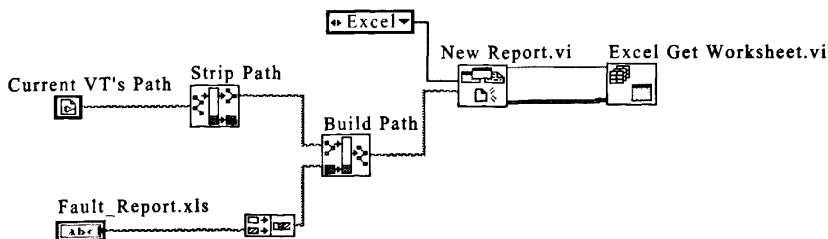
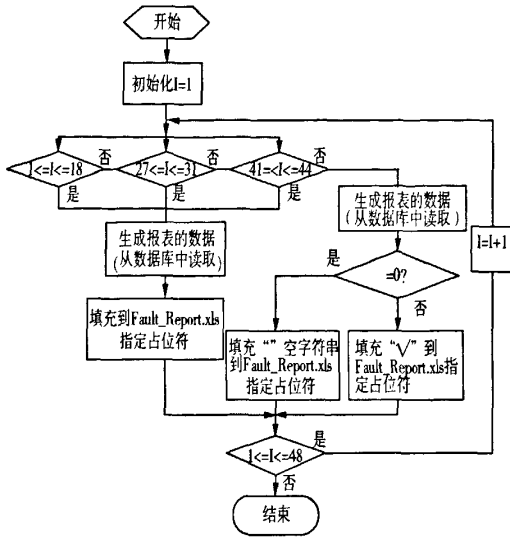
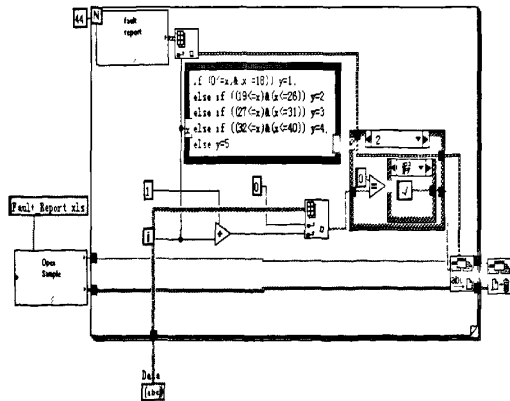

图 3 LabVIEW 中调用 Excel 模板
图 4 故障报告表数据填充流程
图 5 基于 Excel 模板的故障报告表的生成
2) 对 Excel 的调用:在程序框图中利用 Current Path.vi,获取当前 VI 所在的路径,利用 Strip Path.vi 获取当前路径的上一级目录,再将 Strip Path.vi 的输出传递给 Build Path.vi 的输入端,并将所建立的 Excel 模板名称 Fault_Report.xls 一同输入到 Build Path.vi 的输入,这时 Build Path.vi 的输出就是当前 Excel 模板的路径,然后用 Report Generation 选版中的 New Report.vi,接收当前 Excel 模板所在的路径,并在 Report Type 中选择 Excel,这时就获得了对 Excel 模板 Fault_Report.xls 的调用。整个过程的实现如图 3 所示。
如图 4 所示。其中故障信息被分成了两大部分,第一部分是占位符在区间 $[1,18] \cup [27,3] \cup [41,44]$ 中的信息,这部分信息被不加改动的存储到数据库中,当生成 Excel 报表时可以从数据库中读取这部分信息直接填充到模板相应的占位符处,而另一部分信息在保存时,是经过改动才保存在数据库中的,比如,对于表 1 中的“冷热冲击”当选这一项时,数据库中存储的是“1”,反之则是“0”,所以生成报表是需经过相应的转换。在 LabVIEW 中的实现方式如图 5 所示。
图 4 和图 5 的说明如下: i , 代表程序运行过程中的次数; 44, 表示要填充的模板中占位符的个数; Open Sample, 是打开指定模板的一个子 vi, 其内部实现如图 3 所示; Fault Report, 是事先定义的, 由要填充的占位符所组成的占位符数组常量; Data, 是 LabVIEW 从数据库中读取的故障信息数据。框图程序中用 Append Report Text. vi 向模板中填充数据, 注意在完成对 Excel 模板全部数据的填充后, 一定要使用 Dispose Report. vi 去关闭对 Excel 的调用, 默认情况下, 调用 Dispose Report. vi 后, 会连同打开的 Excel 模板也一同关闭, 这时候要将“Close Report”设置为“False”, 这时在关闭 Excel 调用后就不会同时将模板关闭, 用户就能对填充的模板进行相应的操作, 比如打印、修改、保存等, 至此完成了基于 Excel 模板的故障报告表的生成。